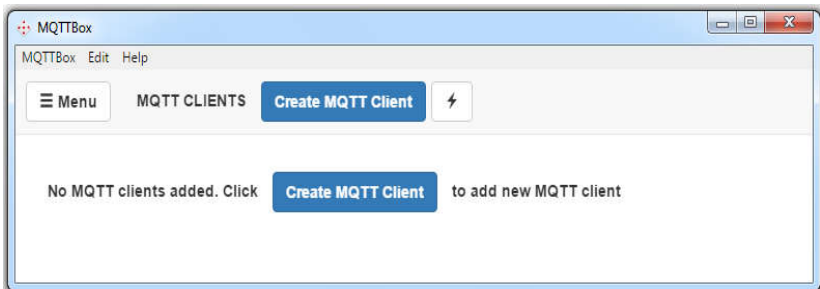
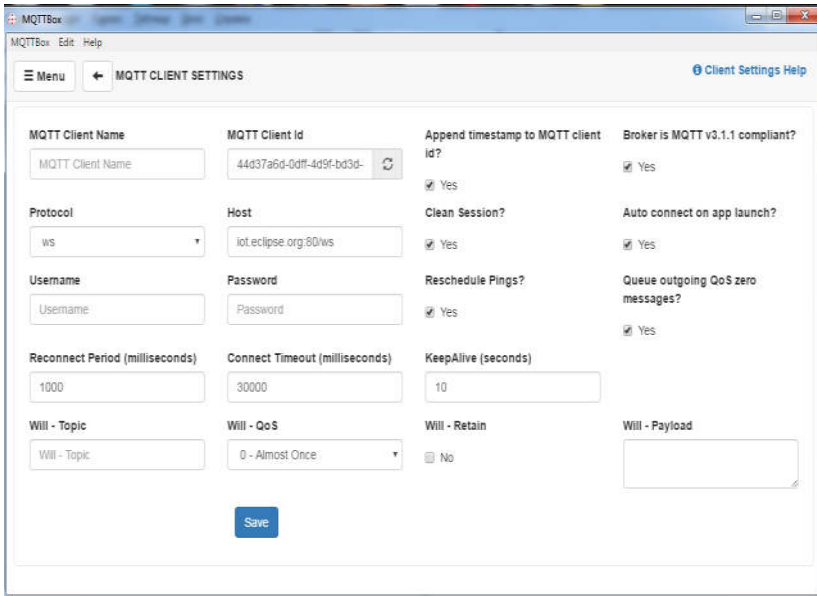
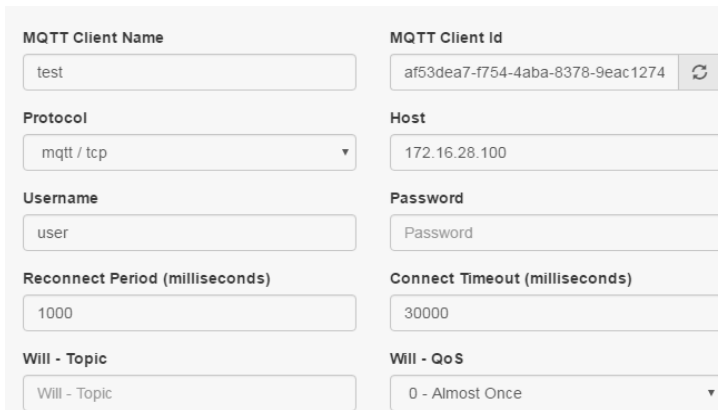

Рис. 5.7. Стартове вікно програми **MQTTBox**
Рис. 5.8. Вікно для налаштувань клієнта за протоколом *MQTT*
Рис. 5.9. Налаштування клієнта у програмі *MQTTBox*
Після запуску програми відкриється її робоче вікно, як це зображене на рис. 5.7.
На рис. 5.7 у робочому вікні програми зазначено, що у програмі немає налаштованих клієнтів. Також у робочому вікні програми є активна кнопка для створення клієнтів (**Create MQTT Client**). Програма пропонує додати клієнта за допомогою відповідної кнопки. Після натискання ЛКМ на цю кнопку з'явиться вікно, яке зображене на рис. 5.8.
На зображенні, що на рис. 5.8, представлені поля для налаштувань (ліворуч) та поля для позначок (праворуч), які встановлені (крім позначки *Will Retain*) за умовчанням. Заповніть поля бланка для налаштувань відповідно до зображення на рис. 5.9. Підтвердіть введенні параметри налаштувань клієнта натисненням ЛКМ на кнопку *Save*.
Бланк налаштувань клієнта, який зображений на рис. 5.9, містить усі складові повідомлень, тобто ім'я клієнта, ім'я користувача, IP-адресу хоста (тобто, ПК), тощо. Усі флаги, які є у повідомленні за протоколом *MQTT* встановлені за умовчанням. Також за умовчанням встановлено рівень якості сервісу, це *QoS 0 «Almost once»*. За потребою можна налаштувати параметри *Will*-карти, але у цьому завданні це робити не потрібно.
У вкладенні **Relay Connect** важливою є інформація щодо налаштувань клієнта (відмічено контуром на рис. 5.14). Це стосується рядка **ETH-MQTT**, де вказано *IP*-адресу та порт брокера (172.16.28.100:1883), ім'я брокера (mqtt) та пароль для підключення (123). Брокер встановлено на комп'ютері із зазначеною адресою. Потрібно цю адресу вказати при створенні клієнта у програмі *MQTTBox* на будь-якому комп'ютері. Налаштування клієнта будуть подібними до зображення на рис. 5.9, але із відповідними зміненнями (див. рис. 5.14).